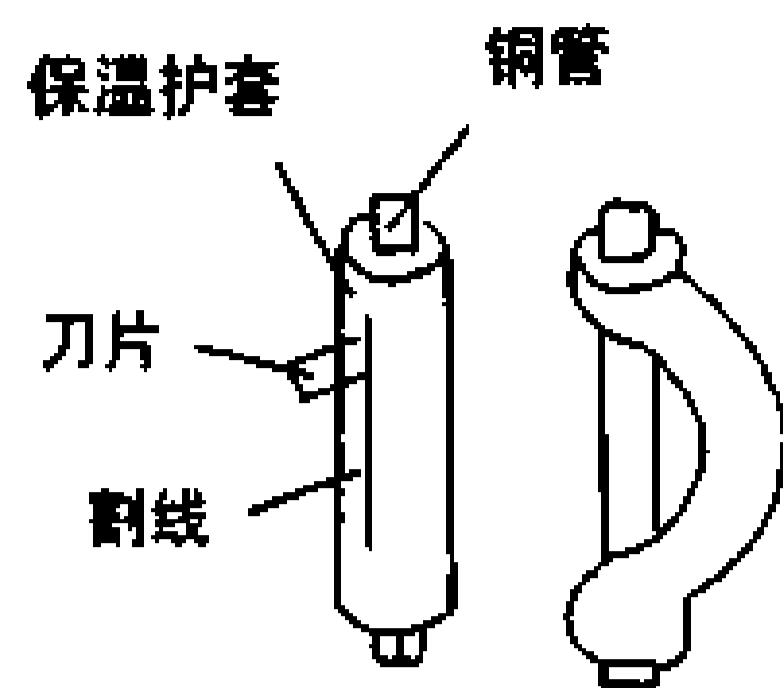
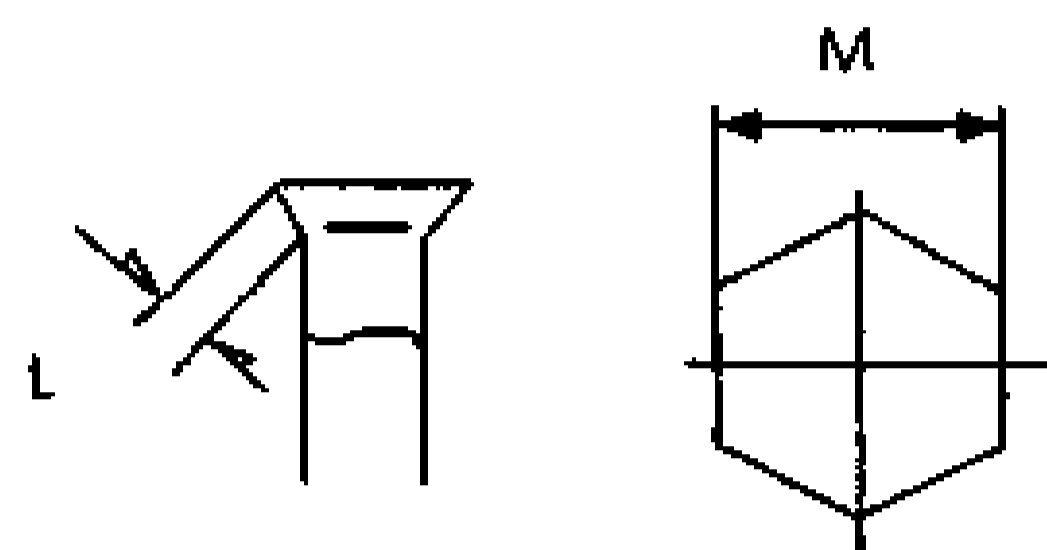

图 14-2-14
图 14-2-15
- 6) 弯管时，先用刀片割开扩套（如图 14-2-14），暴露管子，弯曲后用乙烯基胶带绑扎好铜管套。
- (7) 扩喇叭口（连接管短的情况下）
- (c) 螺母及扩口尺寸如下（图 14-2-15）。